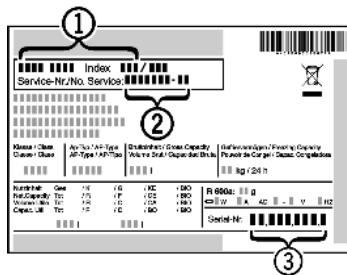

Fig. 17
- ▶ Читать обозначение устройства Fig. 17 (1), сервисный номер Fig. 17 (2) и серийный номер Fig. 17 (3) с заводской таблички. Заводская табличка находится внутри устройства слева.